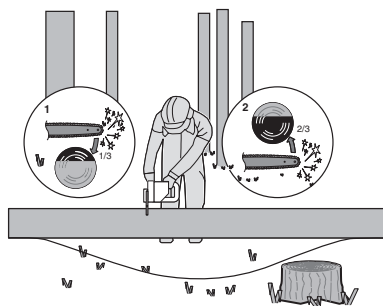

Figura 5
Si el tronco está apoyado por ambos extremos, tal como se muestra en la figura 5, corte 1/3 del diámetro desde la parte superior (corte superior) (1). A continuación, finalice el corte cortando por la parte inferior los 2/3 restantes hasta encontrarse con el primer corte (2).